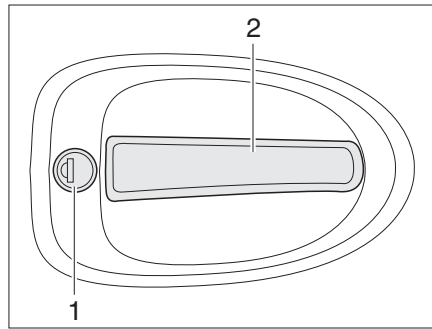

Bild 41 Dörrlås ingångsdörr, utsida
- Stick in nyckeln i låscylindern (Bild 41,1) och vrid den ända tills dörrlåset har låsts upp.
- Drag i dörrhandtaget (Bild 41,2). Dörren är öppen.
- Stick in nyckeln i låscylindern (Bild 41,1) och vrid den ända tills dörrlåset har låsts.